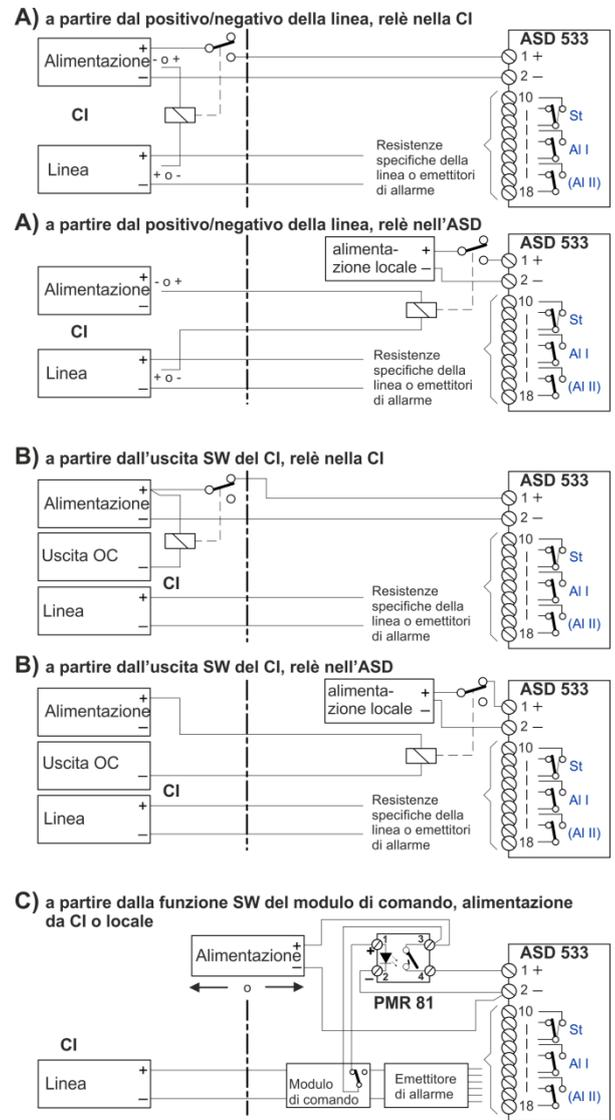

Fig. 34 Controllo attraverso l'alimentazione tramite relè
Il pilotaggio del relè ausiliario può essere effettuato nei modi seguenti (ved. Fig. 34):
- Gli elementi di protezione EMC all'ingresso dell'elettronica dell'ASD provocano un breve picco di corrente (5 A/1 ms) quando si inserisce la tensione di alimentazione. Se si impiega un relè ausiliario i cui contatti sopportano una corrente massima di 1 A, il picco di corrente può far sì che i contatti si saldino insieme. Di conseguenza, **come regola generale** occorre utilizzare relè ausiliari i cui contatti sopportano **più di 1 A**, ad es. il relè a stato solido PMR 81 (ved. Fig. 34 C)).